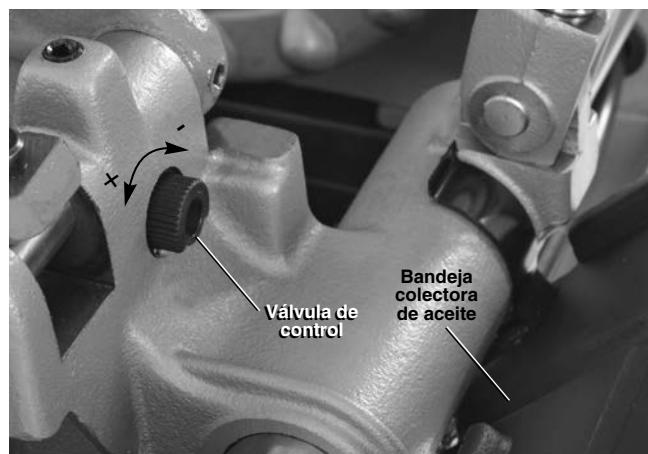

Figura 5 – Ajuste del flujo de aceite
11. Revise el nivel de aceite de corte RIDGID. Extraiga la bandeja de virutas y el revestimiento de la bandeja colectora de aceite. Verifique que el conjunto de filtro de malla esté completamente sumergido en aceite. Vea *Mantención del sistema de aceite*. Si la máquina tiene una bandeja colectora de aceite, verifique que esté bien colocada para que el aceite que gotea del cabezal de terrajas caiga en la bandeja colectora de aceite (vea la *Figura 5*).
- Coloque el cabezal de terrajas en la posición de uso. Pise el interruptor de pie y manténgalo oprimido. Verifique que fluya aceite por el cabezal de terrajas. Quite el pie del interruptor. Puede ajustar el flujo de aceite con la válvula de control en el carro (*Figura 5*). Si gira la válvula a la derecha disminuye el flujo y si la gira a la izquierda aumenta el flujo. No ajuste la válvula si la máquina está andando.